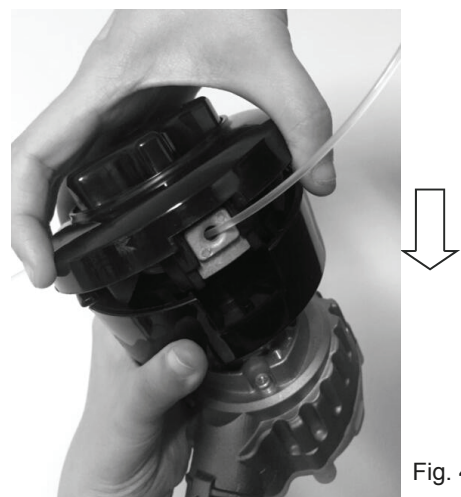

Fig. 4
- Vuelva a instalar el carrete en la cubierta del carrete, asegurándose de que esté bien trabado en el lugar. (Ver Fig. 4)